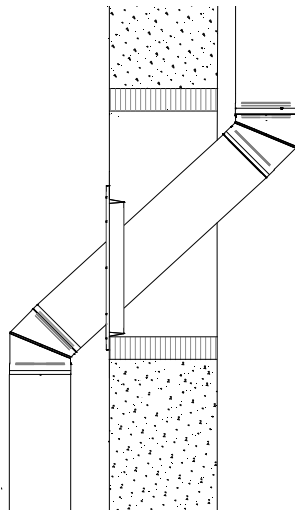
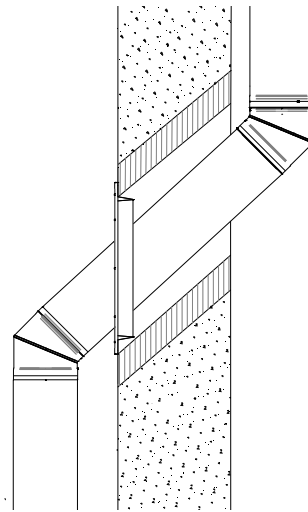

Figure 4
Figure 5
4. Construire une enceinte autour de la cheminée pour empêcher le contact entre l'isolant du mur et la cheminée. L'enceinte peut être droite (figure 4) ou suivre l'inclinaison de la cheminée (figure 5) mais doit en tout temps respecter un dégagement minimum de 2" autour de la cheminée.